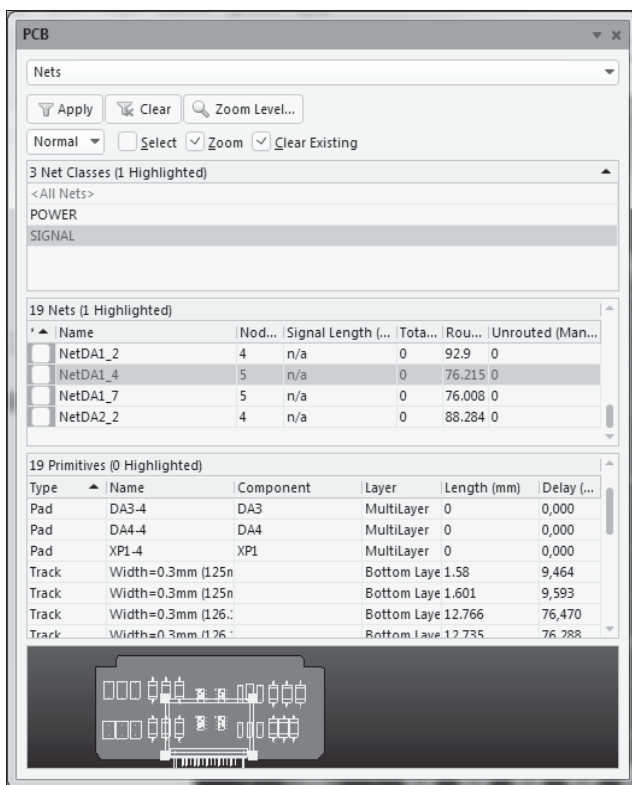

Рис. 6.1. Панель PCB в режиме редактирования цепей
- командой меню **View | Panels | PCB** или командой контекстного меню **PCB**, вызываемого кнопкой **Panels** в правом нижнем углу главного окна программы, активизировать плавающую панель **PCB** (рис. 6.1);